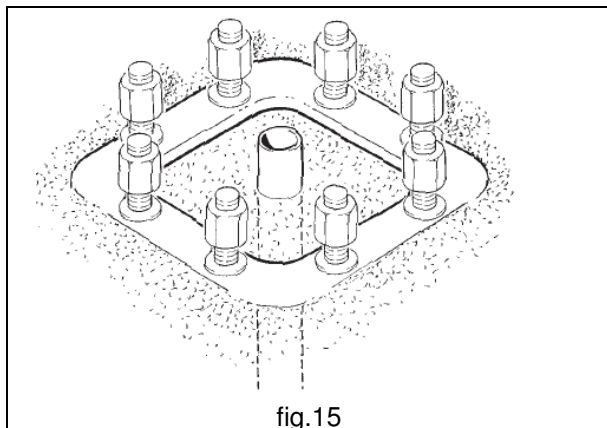

fig.15
- Prédisposer, lorsqu'elle est prévue, l'introduction dans le massif d'un tube approprié pour le passage du câble électrique qui devra alimenter la potence (fig.15).